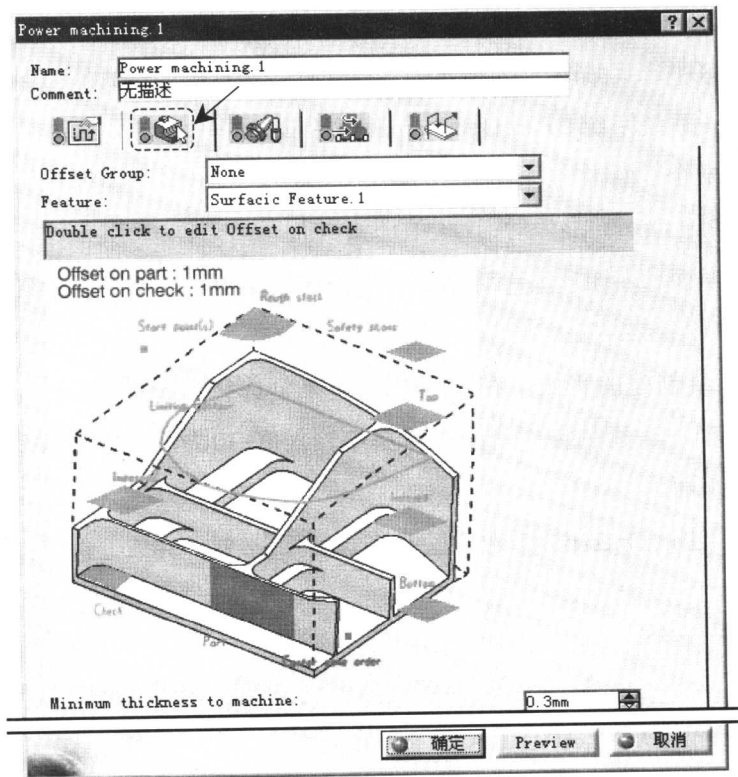
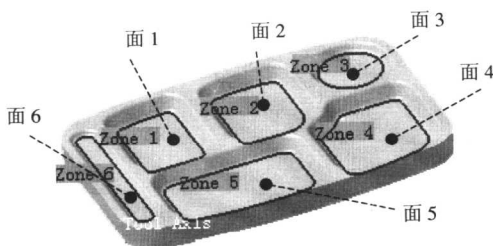

图 1.18 “Power machining.1”对话框
图 1.19 定义加工区域
Step2. 在特征树中选择“Manufacturing Program.1”节点，然后选择下拉菜单 **插入(I) → Multi-Pockets Operations → Power Machining** 命令，插入一个多型腔加工步骤，系统弹出如图 1.18 所示的“Power machining.1”对话框。
(1) 进入“几何参数”选项卡，在“Power machining.1”对话框（一）中单击  选项卡。
(2) 将鼠标移动到“Power machining.1”对话框中的目标零件感应区上，该区域的颜色从深红色变为橙黄色，在区域单击鼠标左键，对话框消失，在图形区单击目标加工零件，在图形区空白处双击鼠标左键返回到“Power machining.1”对话框。
(3) 单击“Power machining.1”对话框中的加工区域排序感应区，在图形区中依次选择如图 1.19 所示的面。